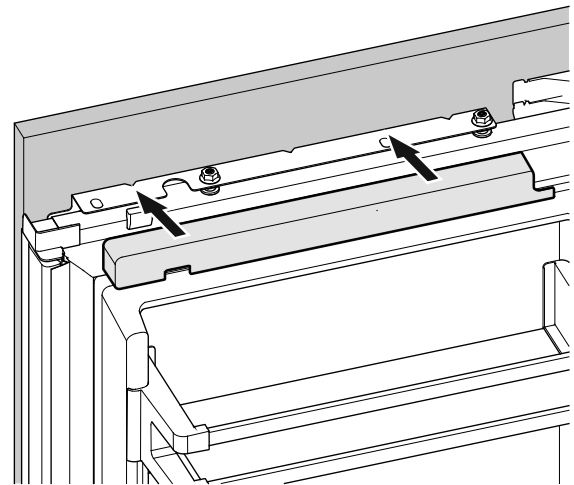

Figure 33
14. Enclencher le cache (**Figure 33**).